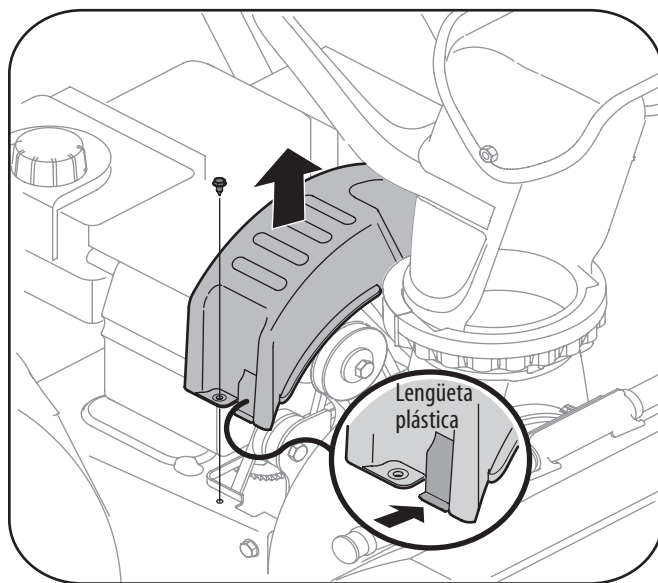

Figura 7-1
3. Retire el tornillo autorroscante se muestra en la Figura 7-1, y presione las lengüetas de plástico para liberar la cubierta de la correa. Tire de la cubierta de la correa hacia arriba y fuera de todo el conjunto del motor y el canal. Déjelo a un lado y ahorrar.